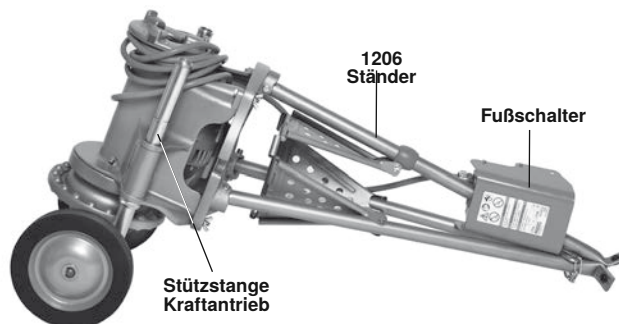

Abbildung 29 - Maschine für den Transport mit Nr. 32 Transporter vorbereitet
5. Wickeln Sie das Netzkabel auf und schieben Sie die Abdeckung des Fußschalters über ein Bein, wie in *Abbildung 29* gezeigt.